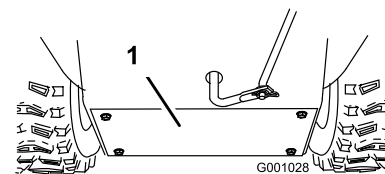

Рисунок 42
3. Снимите заднюю крышку (Рисунок 42).